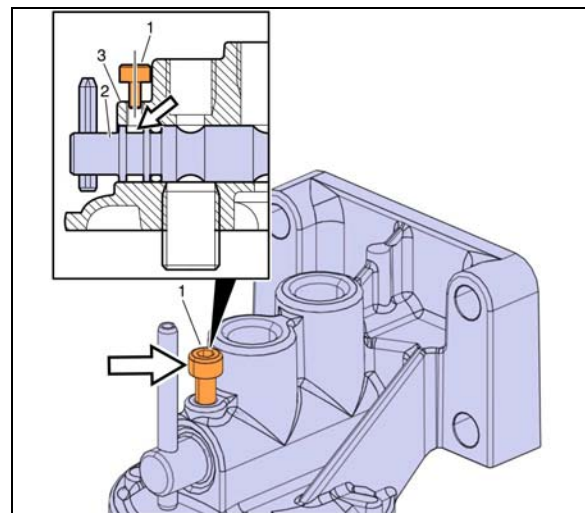

FIGURE 6: VIS HEXAGONALE M5
6. Desserrer la vis hexagonale M5 (1) situé sur le support du filtre (3) jusqu'à ce que la rainure du cylindre soit dégagée (2) (Figure 6).